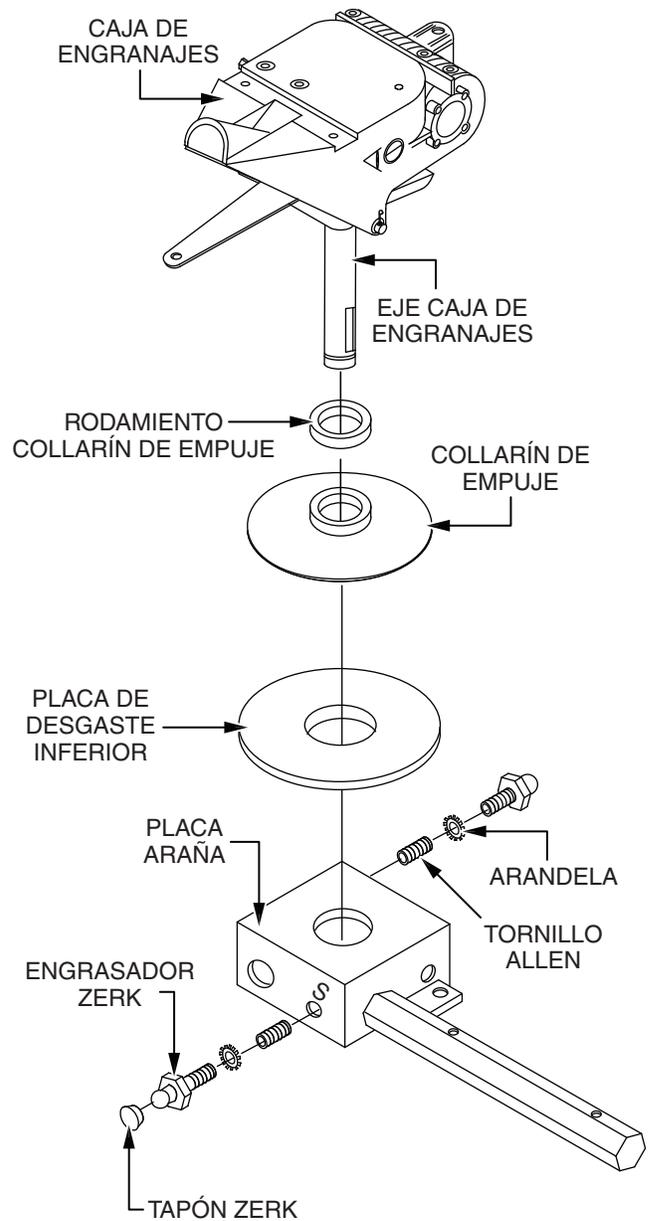

Figura 47. Retirar la araña
1. Localice y retire el engrasador Zerk y el tornillo Allen identificados por la letra 'S' (Figura 47).
2. Retire el engrasador Zerk y el tornillo Allen ubicados en el lado opuesto de la placa de la araña (Figura 47).